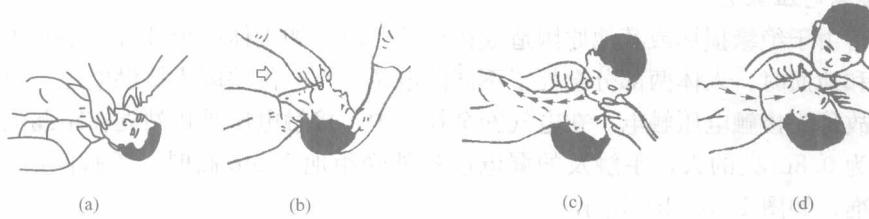

图 1-4 口对口人工呼吸法
2) 将触电者头偏向一侧，清除口腔中的异物（血块、痰液或吐沫），让头后仰，使口张开，保持呼吸道畅通，如图 1-4 (a)、(b) 所示。
3) 救护者捏紧触电者的鼻子，深吸气后，用嘴紧贴触电者嘴，大口吹气，接着放松触电者的鼻子，让气体从触电者肺部自己排出。每 5s 吹气一次，不断重复地进行，直到触电者苏醒为止，如图 1-4 (c)、(d) 所示。